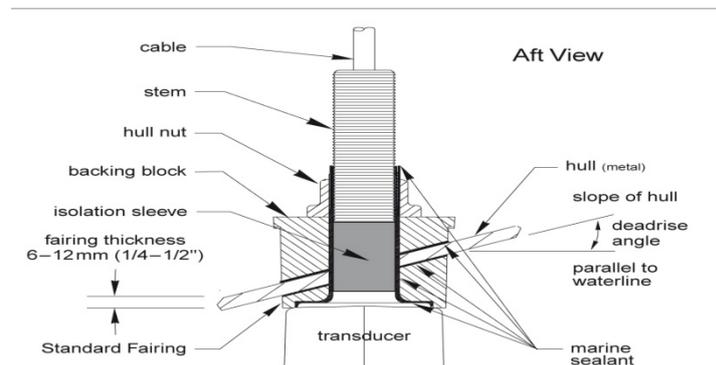

Figure 2. Bedding and installing in a metal hull
Un bloc de support est monté à l'intérieur de la coque pour assurer un niveau de surface pour l'écrou de siège contre la coque (voir Figure 2). Il est fabriqués correspondant l'angle deadrise intérieur du bateau. Après couper un carénage Airmar, utilisez la section restante avec le guide de coupe pour le bloc de soutien.
1. Percer un trou de 3 mm ou 1 / 8 "trou perpendiculaire à la ligne de flottaison de l'intérieur de la coque (voir Figure 2). Si il ya une côte, traverse ou la coque d'autres irrégularité près de l'emplacement de montage choisi, percer de l'extérieur.
1. Mesurer l'angle deadrise de la coque à l'emplacement sélectionné l'aide d'un détecteur d'angle ou un niveau numérique (voir Figure 2)
4. Régler le guide de coupe. Le carénage doit être comprise entre 6-12mm à sa dimension plus mince (voir Figure 2).
capteur en acier inoxydable / tige de métal dans une coque Faites glisser le manchon d'isolation sur le transducteur lits souches aussi loin que possible (voir Figure 2). Appliquez une (1 / 16 po) d'épaisseur 2mm de la couche mastic marin à l'extérieur de la gaine.
capteur en acier inoxydable / tige dans une coque en métal - S'assurer que le manchon d'isolation est entre la tige de sonde et la coque (voir Figure 2). Toutefois, le haut de la manche d'isolement doit être inférieure à le haut de l'écrou de la coque ou le bloc de soutien pour empêcher la gaine d'interférer avec l'écrou de serrage de la coque.
2. De l'intérieur de la coque, faites glisser le bloc de support (en cas d'installation d'un carénage) et l'écrou de la coque sur le câble. Contre la coque. Vissez l'écrou de la coque en place et le serrer avec l'articulation des pinces de glissement (voir la figure 2 ou 5).